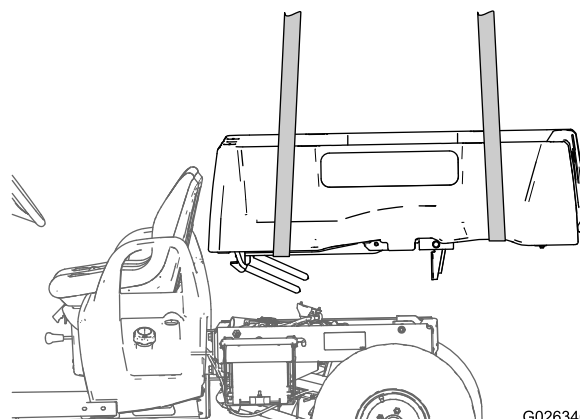

Figure 20
2. Avec un matériel de levage, levez le plateau et positionnez-le au-dessus du cadre de la machine pour aligner le support de pivot au-dessus du profilé de cadre arrière (Figure 20).